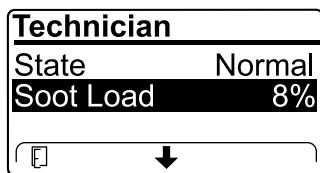

Figura 43
- Vea la carga de hollín que se mide como porcentaje de hollín en el DPF(Figura 43); consulte la tabla de carga de hollín.